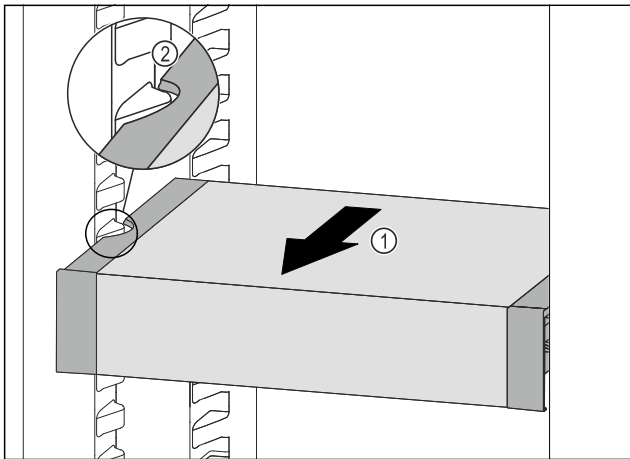

Fig. 116
- ▶ Изтеглете VarioSafe напред Fig. 116 (1), докато страничните прорези на VarioSafe се намират на височината на реброто на съда в хладилната част. Fig. 116 (2)